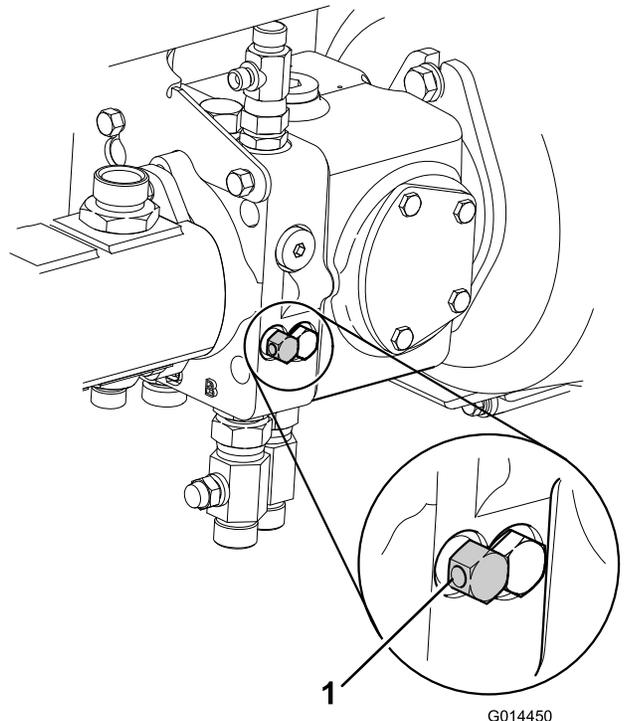

図 47
7. トランスミッションポンプの下側についているバイパスバルブを左方向に回して3回転以内、油圧常用ブレーキを解除する 図 47。